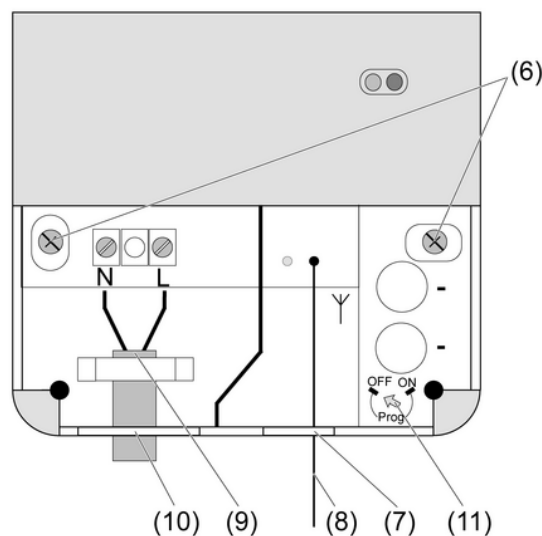

Figure 5
- Tourner le commutateur **Prog** (11) en position **ON**(figure 5).